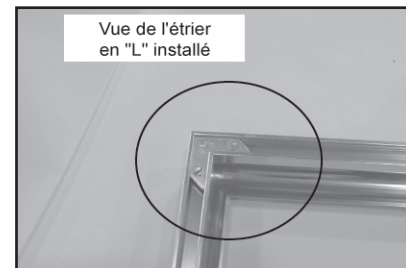

Figure 21.4
2. Assemblez la finition au moyen des (2) cornières fournies. **Figure 21.4.**